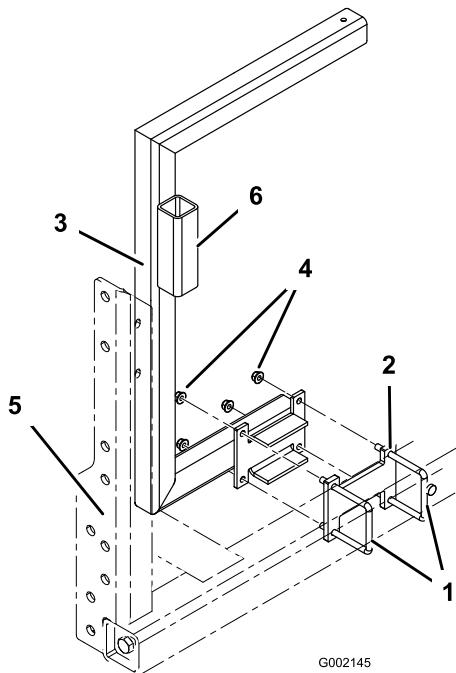

図 3
- 右側リールサポート（スプレーガン・ホルダのついているサポート）を、車両のフレームの、先ほど 2 つの U ボルトとスペーサを取り付けた場所に取り付ける（図 3）。フレームをフランジナット4本 (3/8 インチ) で固定する。取り付けると、サポートがタンクの後端部を包むようになる。